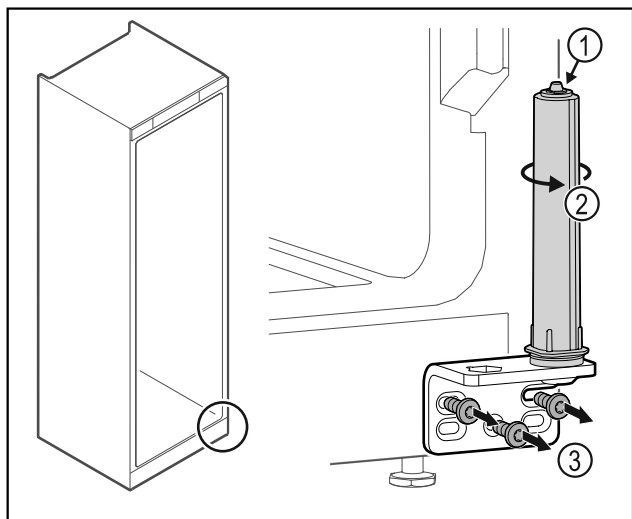

Fig. 33
- ▶ Systemu blokującego drzwi Fig. 33 (1) nie należy demontować.
- ▶ System blokujący Fig. 33 (2) obrócić do momentu, aż kliknie.
- ▶ Odkręcić zawias Fig. 33 (3).